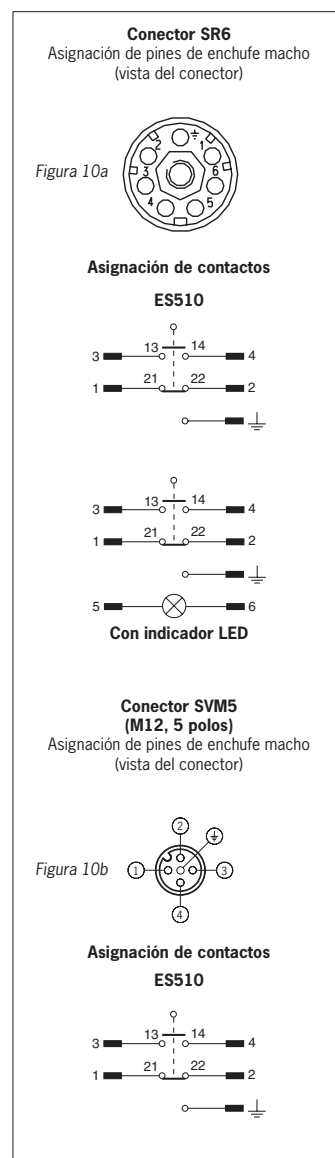

Fig. 10: Elementos interruptores y asignación de contactos
- ▶ Para la asignación de contactos, consulte la Fig. 10.